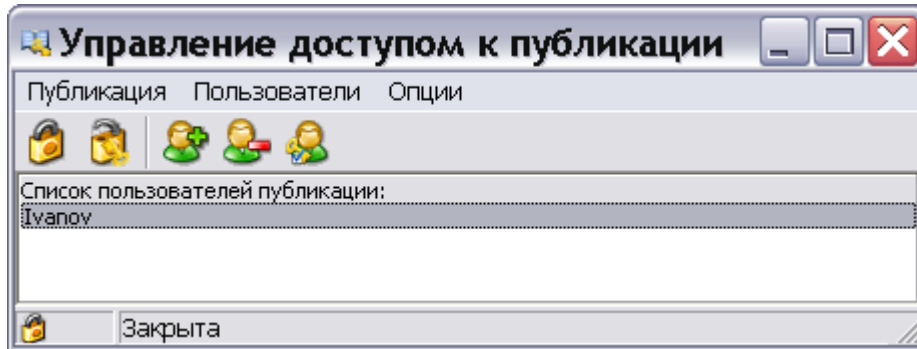

Рис. 233
1. Запустите файл утилиты TGPubAccess.exe и введите пароль входа в утилиту. После этого откроется окно **Управление доступом к публикации** (Рис. 233).